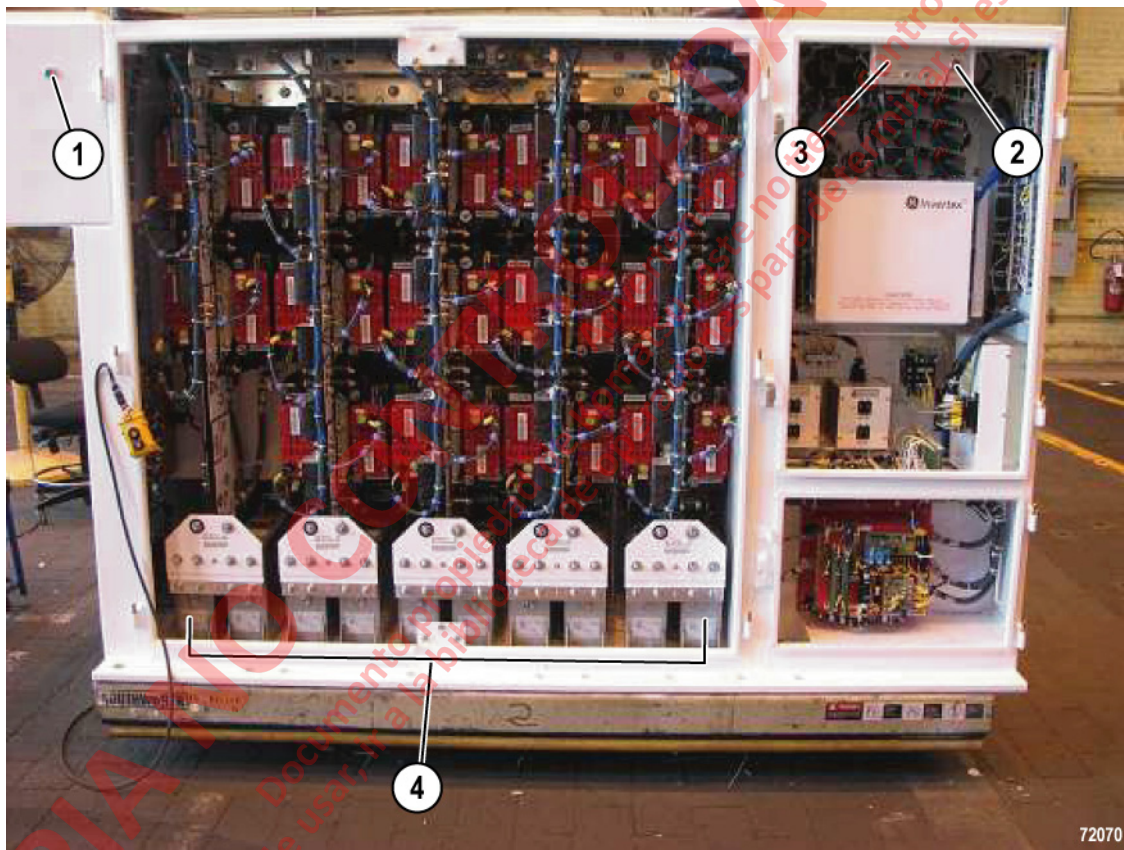

FIGURA 3-6. LUCES INDICADORAS DE CARGA DEL CONDENSADOR
4. Observe ambas luces de carga del condensador (CCL1, CCL2). CCL1 está en el exterior de la caja del contactor. CCL2 está en el panel de interruptores dentro del área de bajo voltaje. Las luces permanecerán encendidas mientras el voltaje en el enlace DC sea mayor que 50 VDC. Consulte la Figura 3-6.